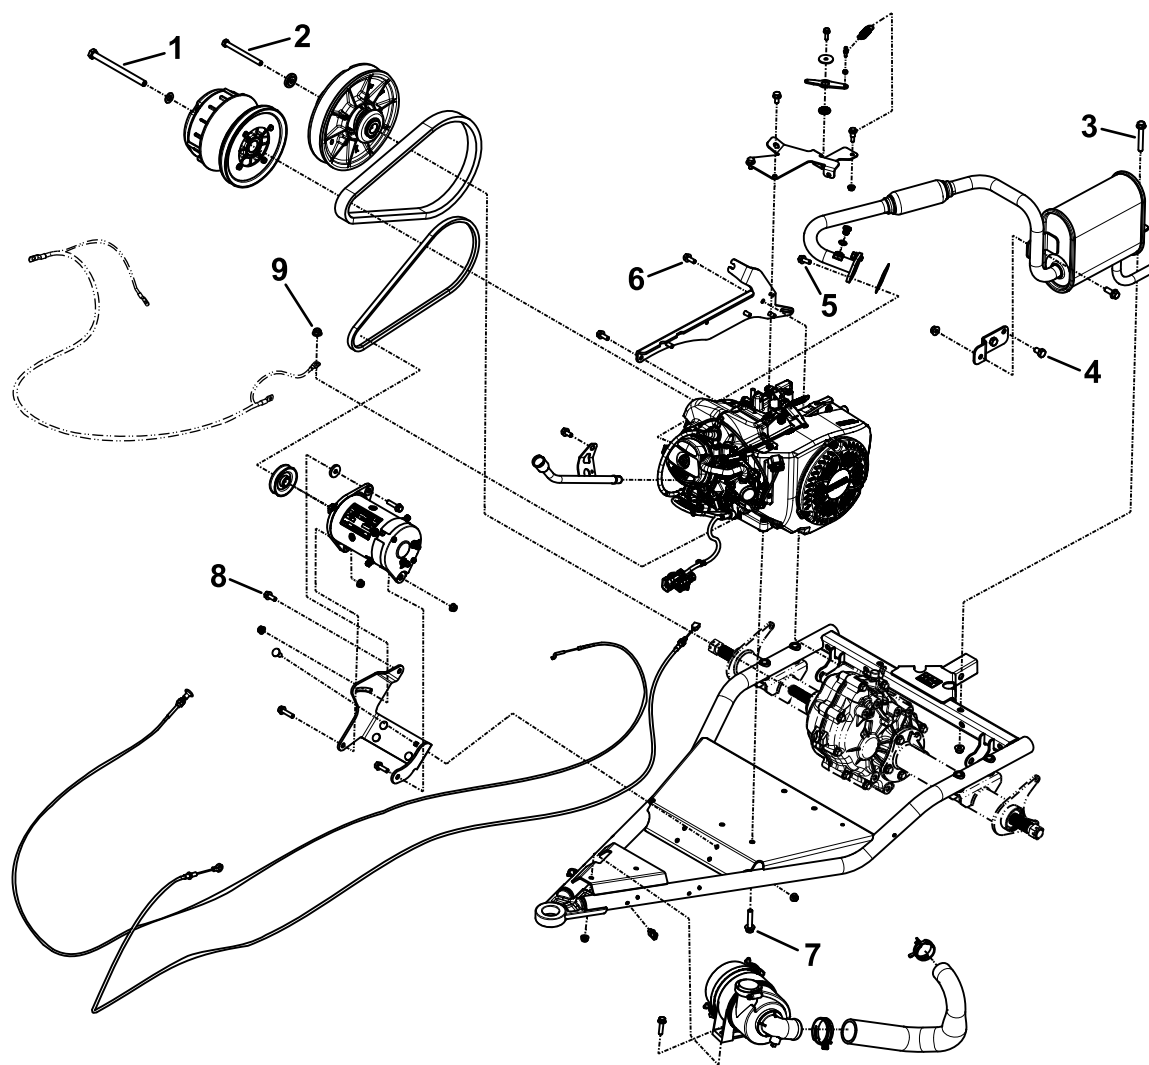

Figura 12
2. Aperte todos os fixadores de acordo com as especificações indicadas na Figura 12.